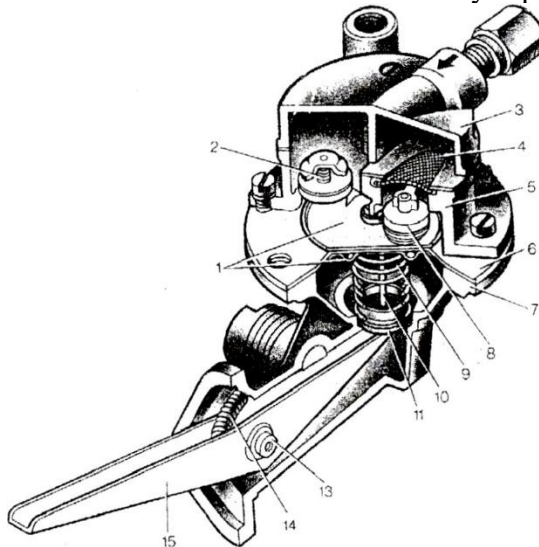

Рис. 5.1. Схема жидкостной системы охлаждения
1. Впишите названия деталей бензонасоса в соответствии с нумерацией (рис. 5.1.)